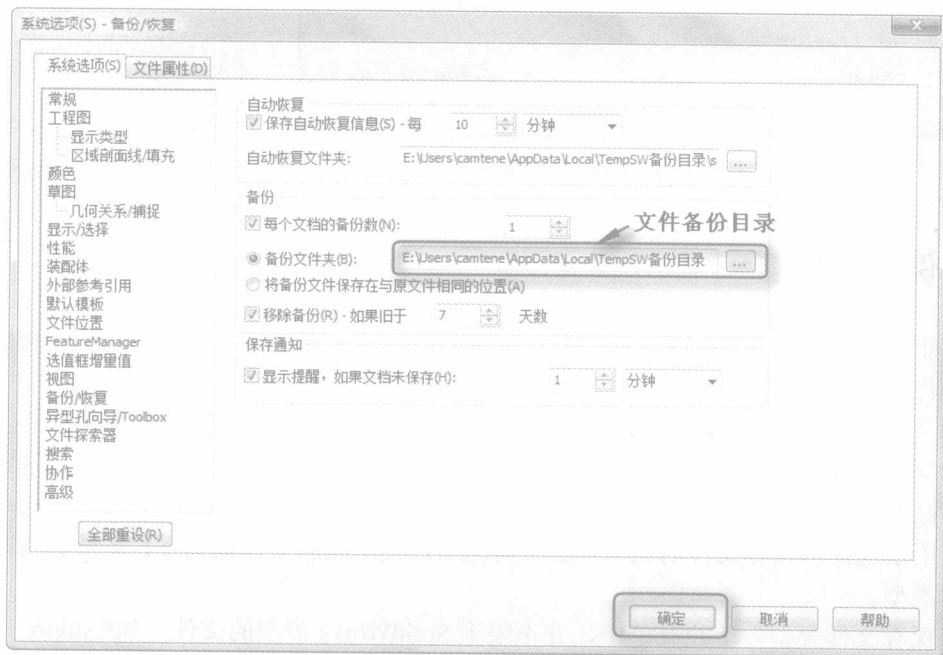

图 1-20 “系统选项—备份/恢复”对话框
(1) 执行命令。执行【工具】→【选项】菜单命令，选择选项；
(2) 设置保存目录。系统弹出如图 1-20 所示的“系统选项—备份/恢复”对话框，单击对话框中的“系统选项”选项，单击右侧“备份文件夹”单选按钮，可以修改保存备份文件的目录。